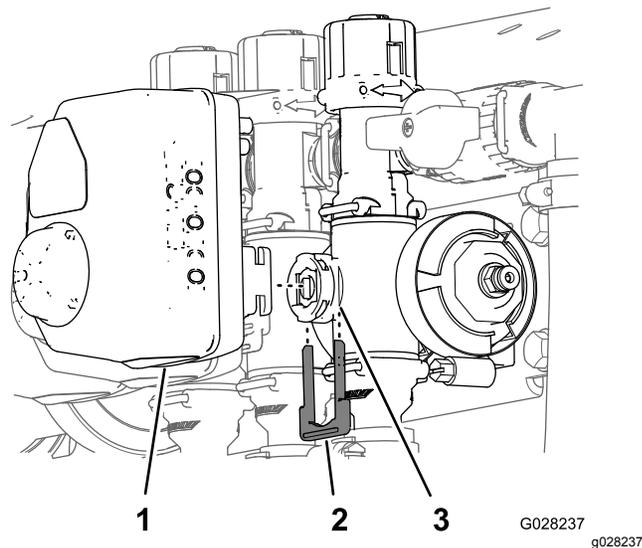

図 66
3. アクチュエータを散布量制御用、攪拌、マスターブーム、または個別ブームバルブ用のマニホールドバルブに固定しているリテーナを外す **図 66**。